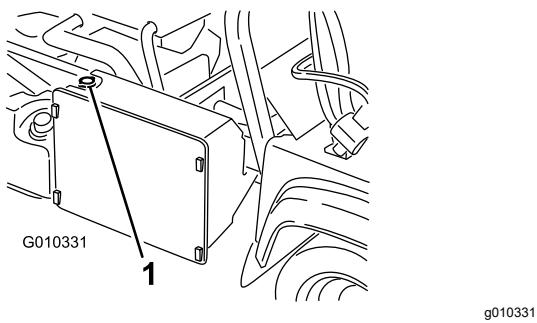

Figure 54
3. Retirez le bouchon de radiateur (Figure 54).
4. Enlevez le bouchon du vase d'expansion (Figure 54).
7. Faites l'appoint de liquide dans le radiateur et remettez le bouchon en place (Figure 54).